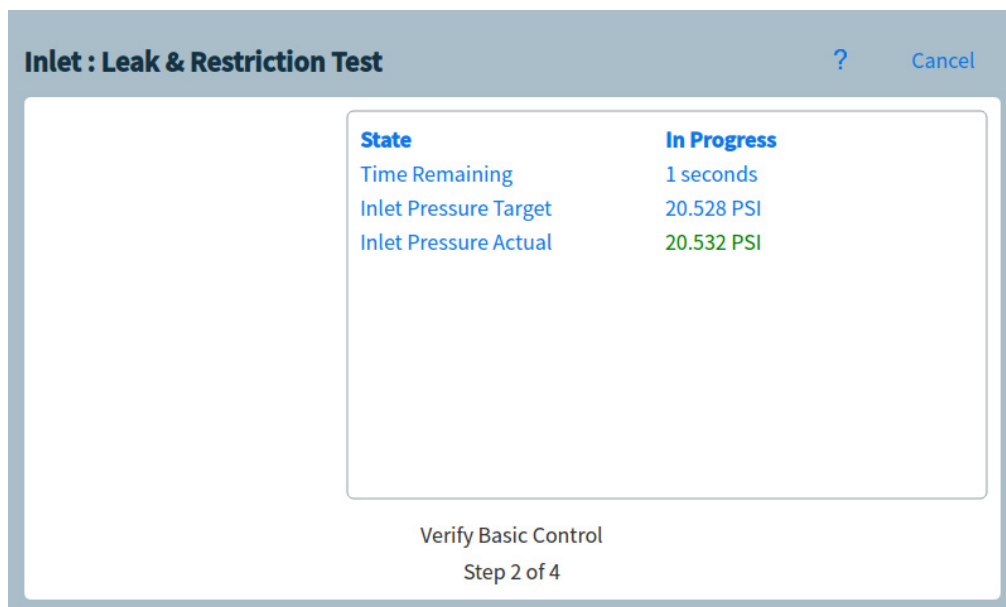

Figura 27 Página de pruebas de fugas y restricciones
- 3 Pulse en **Start Test**. Se iniciará la prueba. Los detalles de la prueba se muestran junto con los resultados de la misma. Consulte Figura 27.